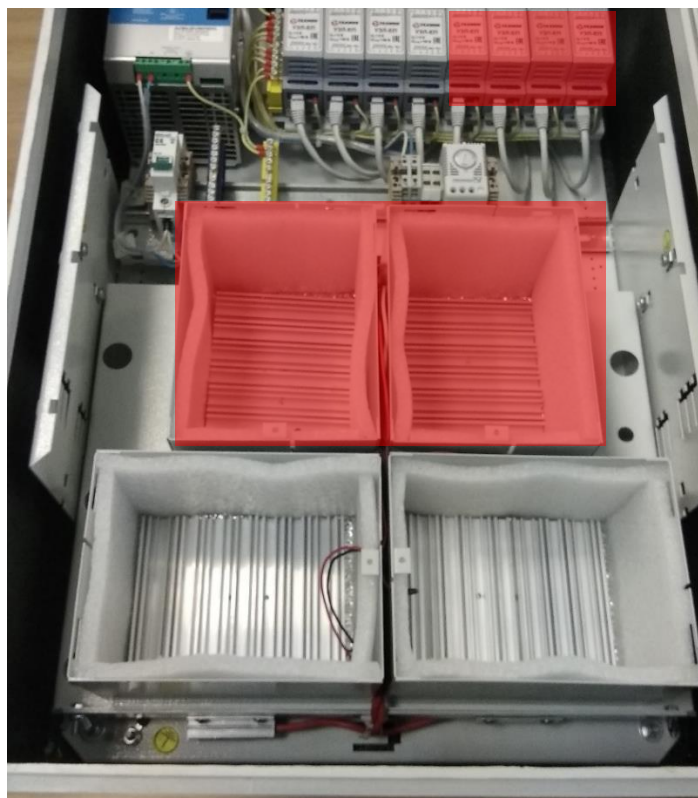

Рисунок 9.2 – Вид шкафа с открытыми термостатами.
1. Открыть крышки термостатов (рисунок 9.2).